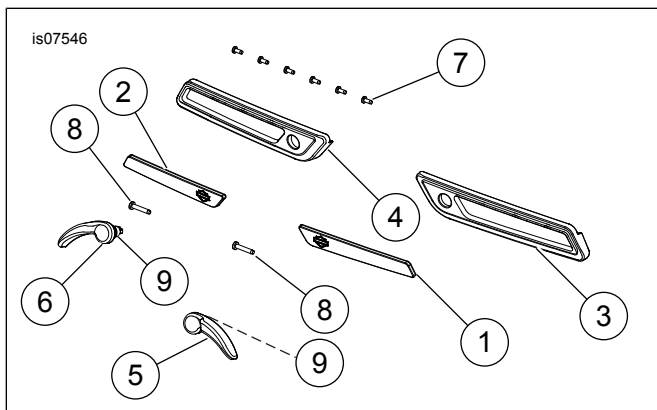

Figure 2. Pièces de rechange : Couvercle à charnière et kit de levier
Voir Figure 2 et Tableau 1.
1. Voir Figure 2. Nettoyer la surface de montage du réflecteur dans la plaque de fixation (4) avec un mélange de 50 % d'alcool isopropylique et 50 % d'eau. Laisser sécher complètement.
2. Retirer le support adhésif du réflecteur (2). Installer le réflecteur dans la plaque de fixation.